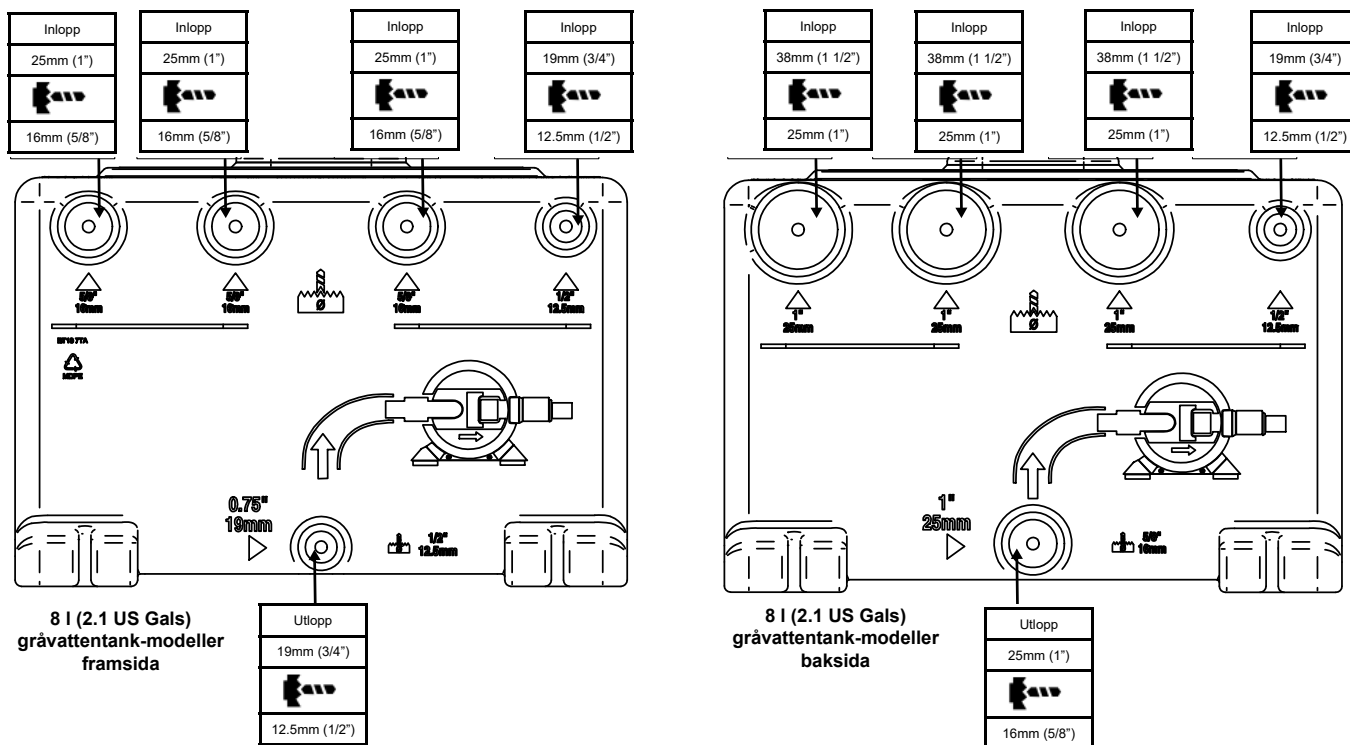
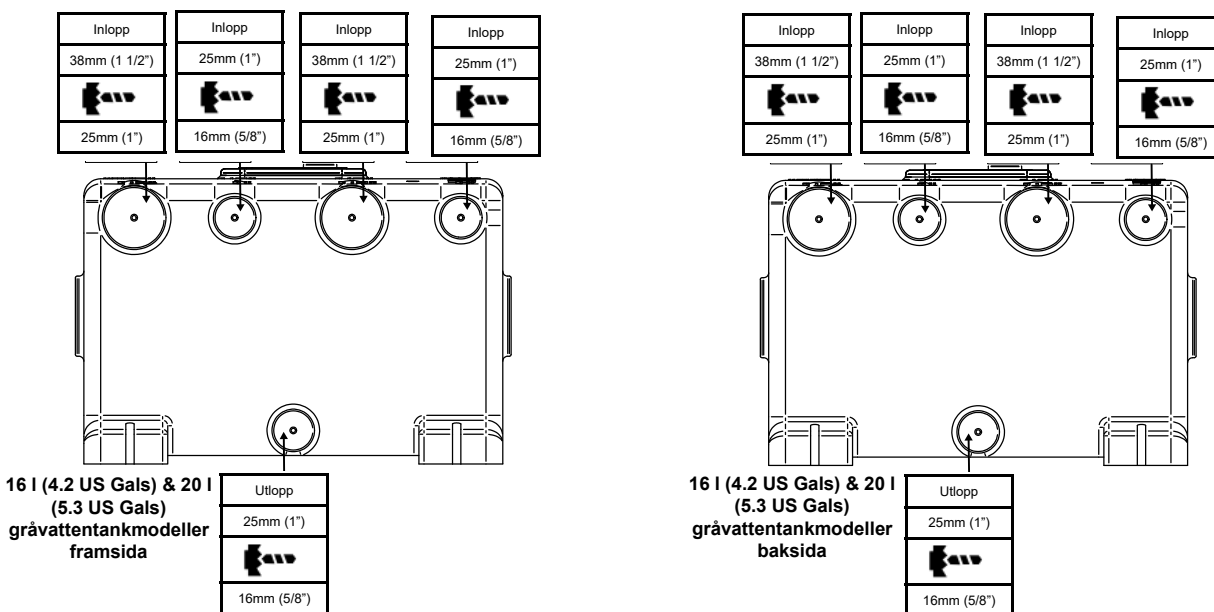

Fig. 3 Portdimensioner och rekommenderade borrhåtdiametrar för 8 l (2.1 US Gals) grävattentankmodeller
Fig. 4 Portdimensioner och rekommenderade borrhåtdiametrar för 16 l (4.2 US gals) och 20 l (5.3 US gals) tankmodeller
- Fig. 3 Portdimensioner och rekommenderade borrhåtdiametrar för 8 l (2.1 US gals) modeller av grävattentank
- Fig. 4 Portdimensioner och rekommenderade borrhåtdiametrar för 16 l (4.2 US gals) och 20 l (5.3 US gals) modeller av grävattentank
Step 1: Borra endast de portar som skall användas i installationen. Portdimensioner och rekommenderade borrhåtdiametrar framgår av fig. 3 för 8 l (2.1 US Gals) tankmodeller, och fig. 4 för 16 l (4.2 US Gals) och 20 l (5.3 US Gals) tankmodeller. Se till att allt spån avlägsnas från insidan av tanken efter borrhoring.